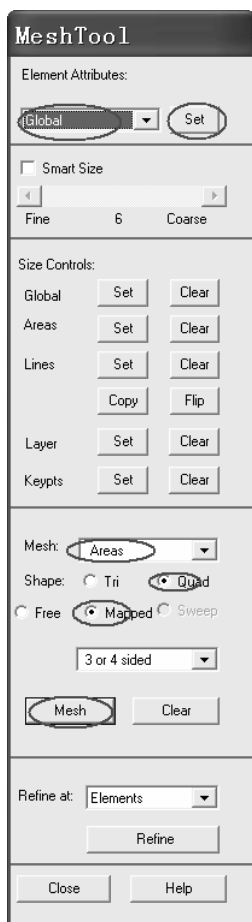
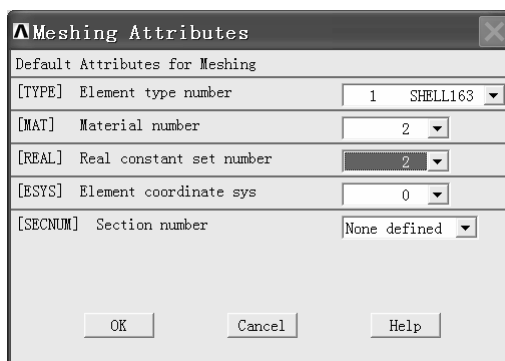
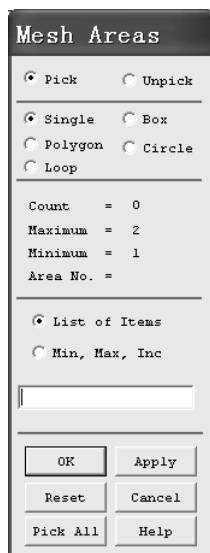
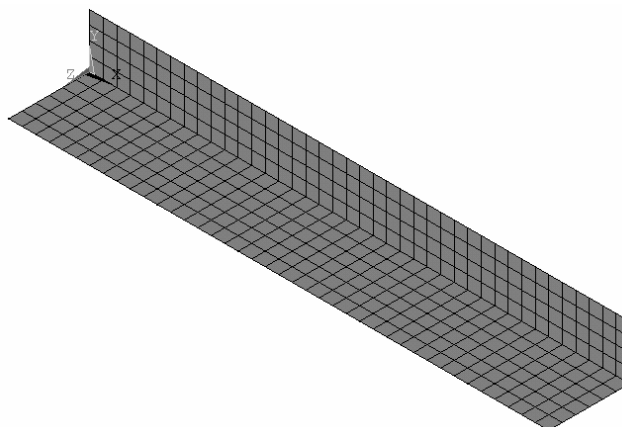

图 3-73 “MeshTool” 窗口
图 3-74 “Meshing Attributes” 窗口
图 3-75 “Mesh Areas” 窗口
图 3-76 铜板完成单元划分
(23) 依次选择 Utility Menu>Plot>Areas, 图形界面重新显示两个面。
(24) 依次选择 Main Menu>Preprocessor>Meshing>MeshTool, 弹出“MeshTool”窗口(见图 3-73)。在“MeshTool”窗口中“Element Attributes:”下的方框中选择“Global”, 单击该方框后的“Set”按钮, 弹出“Meshing Attributes”窗口(见图 3-74)。在该窗口中“Element type number”后的方框中选择“1 SHELL163”, 在“Material number”后的方框中选择“2”, 在“Real constant set number”后的方框中选择“2”, 然后单击该窗中的“OK”按钮返回到“MeshTool”窗口。以上操作设置了铜板(较宽的那块板)的单元、材料、实常数(板厚等参数)。
(25) 在“MeshTool”窗口中选择“Mesh:”后面方框中的“Areas”, 再选中“Shape:”后面的“Quad”, 再选中“Mapped”, 最后单击“Mesh”(以上选择可见图 3-73 所示)按钮, 弹出“Mesh Areas”窗口(见图 3-75)。用鼠标左键单击图形界面中较宽的矩形板(即铜板), 然后单击“Mesh Areas”窗口中的“OK”按钮, 铜板也完成单元划分(见图 3-76)。